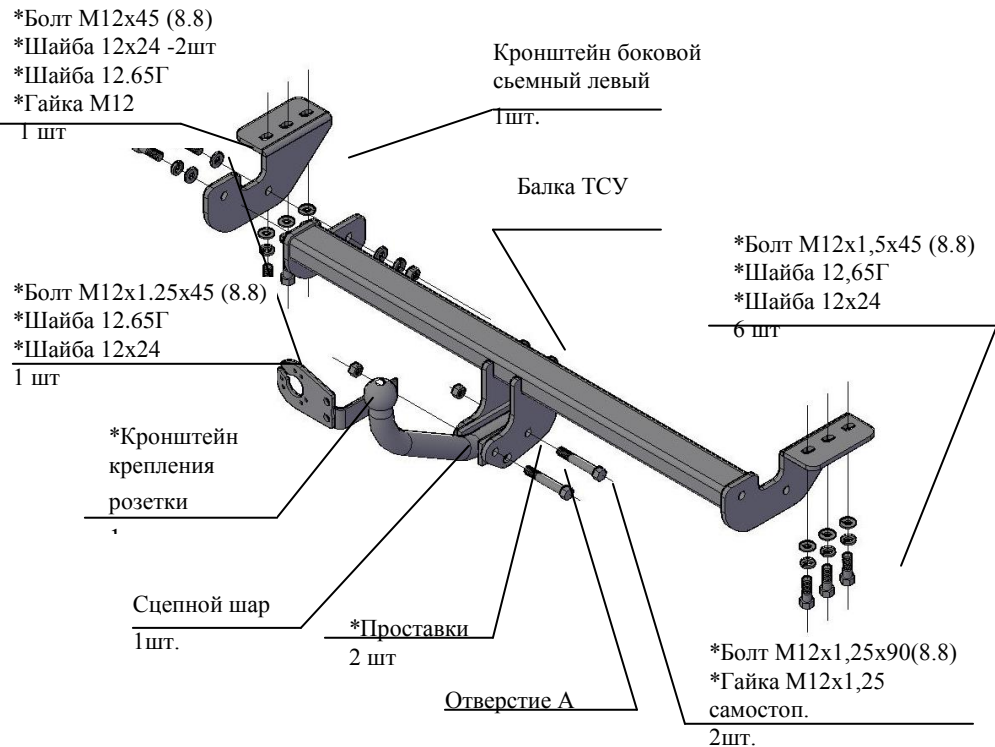

Рис.1 Тягово-сцепное устройство 7520 .
2.1 ТСУ 7520. в сборе (рис.1)	1 шт.
2.2 Пакет с комплектующими (см. рис.1)	1 шт.
4.5 Закрепить сцепной шар и кронштейн крепления розетки к кронштейнам шара болтами M12x1,25x90 и гайками M12x1,25 самостоп, проложив между кронштейнами шара и шаром – проставки (см.рис.1).